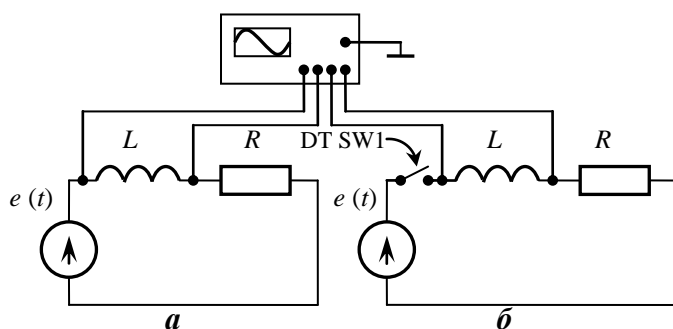

Рис.18. RL -цепь при синусоидальном воздействии: *a* - принужденный процесс; *б* - переходный процесс
1. Собрать две схемы (рис.18) и установить подбором времени на переключателе угол случайного включения напряжения на источнике равным $\psi = 90^\circ$. Режим измерения осциллографа - DC.
2. Измерить осциллограммы напряжения на резисторе принужденного (рис.18,*a*) и переходного (рис.18,*б*) процесса. Измерить постоянную времени τ . Построить графики принужденного и переходного процесса. Рассчитать и построить график свободного напряжения на резисторе.
4. Поменять местами резисторы с индуктивностями в двух схемах (см. рис.18). Измерить осциллограммы напряжения на индуктивности принужденного и переходного процесса. Построить графики принужденного, переходного и свободного напряжения на индуктивности.